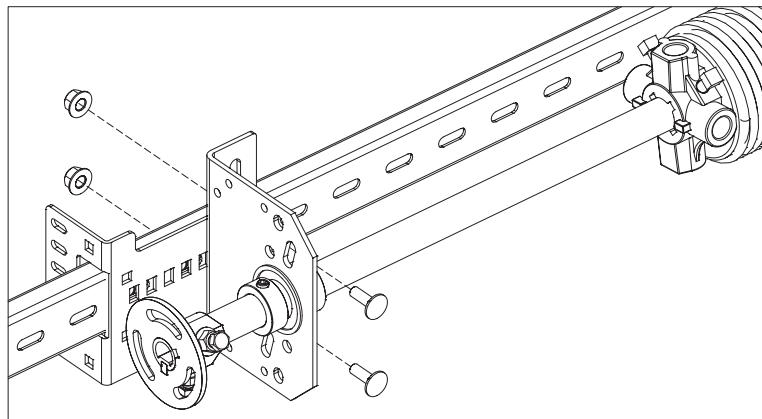

Рис. 26.2
- закрепить промежуточный кронштейн к промежуточному суппорту, установленному на задней перемычке, двумя болтами M8×25 (рис. 26.2);